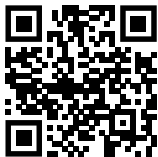

Fig. 116
- Откройте Liebherr SmartMonitoring Dashboard. (см. Fig. 116)